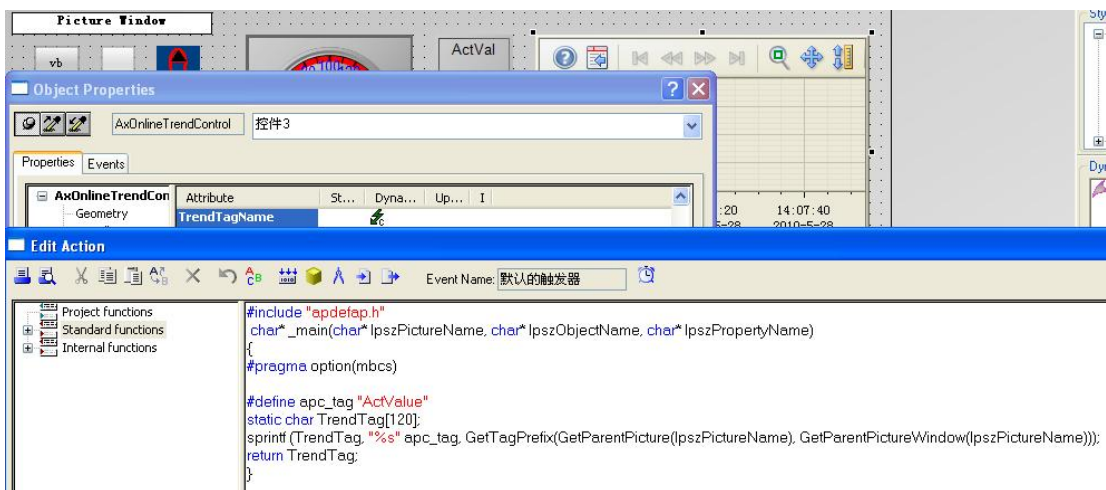

图 14，趋势控件的组态---在线变量
(1) 如果趋势控件关联“在线变量”。趋势图关联的变量无法使用画面窗口的 TagPrefix，因此仅在 TrendTagName 中连接结构元素是无法和 TagPrefix 一起组成结构变量的，处理方法是在控件属性“TrendTagName”中添加一个 C 动作，如图 14。